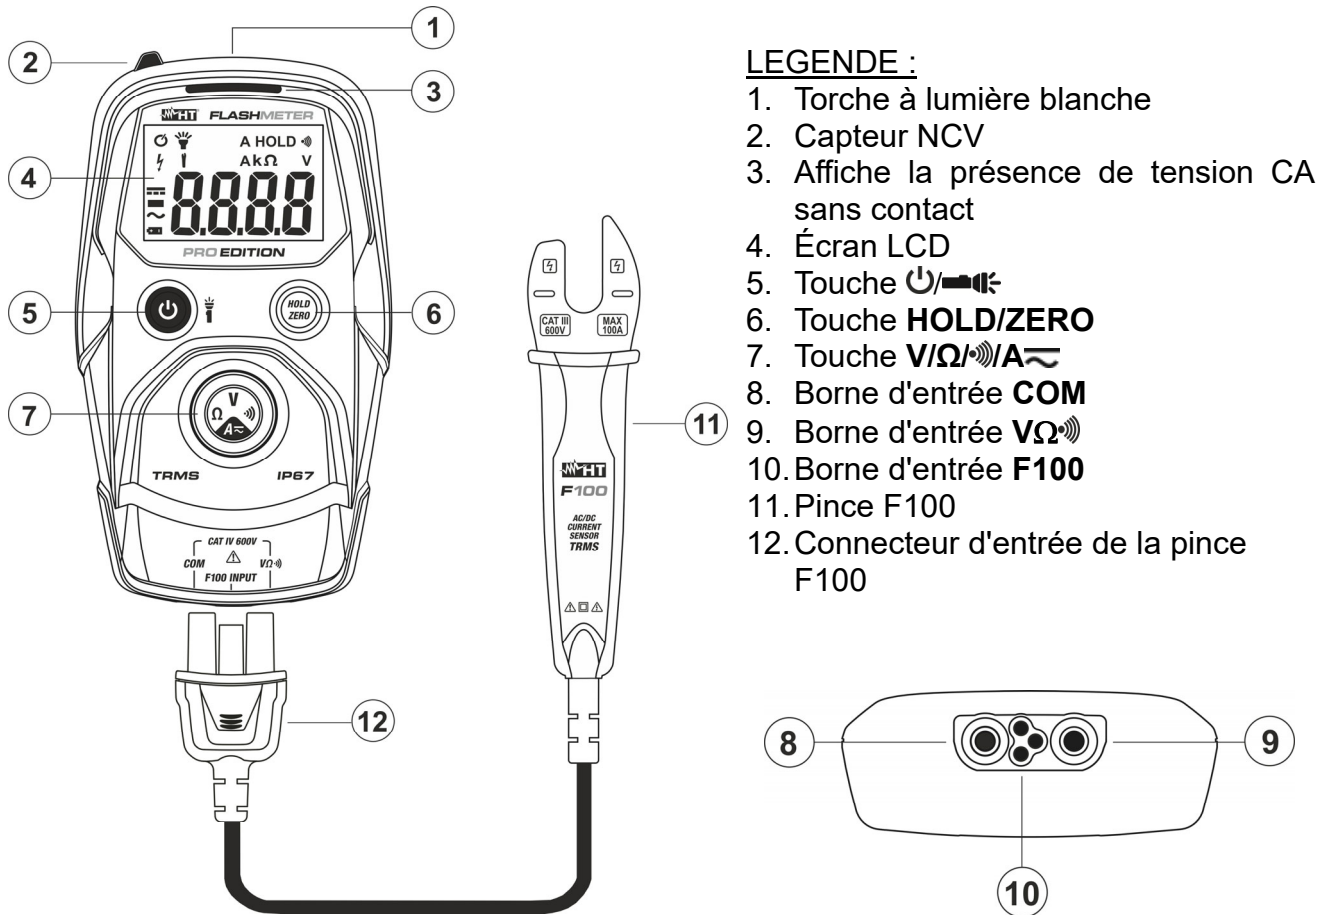

Fig. 1: Description de l'instrument
La pression de la touche  permet l'allumage de l'instrument. Appuyer environ 1s sur la touche  pour éteindre l'instrument. L'instrument étant allumé, appuyez sur la touche  pour activer/désactiver la torche à lumière blanche intégrée (voir Fig. 1 - partie 1). Le symbole "" s'affiche à l'écran.
L'instrument permet de détecter la présence de tension CA sans contact en utilisant le capteur NCV présent dans la partie supérieure (voir Fig. 1 – partie 2).
3. L'allumage de l'afficheur rouge (voir Fig. 1 – partie 3) indique la présence de la tension AC
- Insérer le connecteur à pince F100 (voir Fig. 1 - partie 12) dans les bornes d'entrée **COM**, **VΩ** et **F100**. L'instrument affiche automatiquement la sélection de la mesure du courant CA ($\sim$) sur l'écran